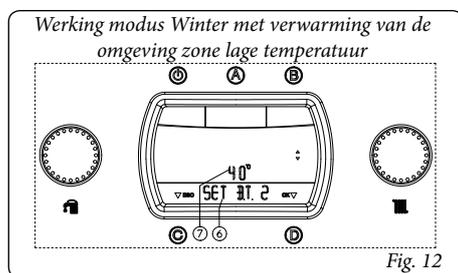

Fig. 12
- **Zone lage temperatuur.** De temperatuur van de verwarming in de zone lage temperatuur wordt via de parameter "SET B.T. 2" in het menu "Zones" geregeld via de keuzeschakelaar (3), de betreffende temperatuur wordt op het display (24) weergegeven via de indicator (7) en de aanduiding "SET B.T. 2" verschijnt (Fig. 12). Door de keuzeschakelaar (3) in wijzerzin te draaien, verhoogt de temperatuur, in tegenwijzerzin vermindert de temperatuur.